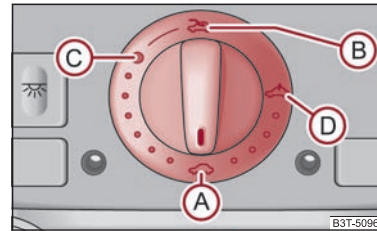

Abb. 41 Drehschalter für das elektrische Schiebe-/Ausstelldach
Das Schiebe-/Ausstelldach wird mit dem Drehschalter ⇒ Abb. 41 bedient und funktioniert nur bei eingeschalteter Zündung. Der Drehschalter hat mehrere Stellungen.
- Drehen Sie den Schalter in Stellung **(C)** ⇒ Abb. 41.
- Drehen Sie den Schalter in Stellung **(A)** ⇒ Seite 57, Abb. 41.
Das Schiebe-/Ausstelldach ist mit einer Kraftbegrenzung ausgestattet. Wenn ein Hindernis (z. B. Eis) das Schließen verhindert, stoppt das Schiebe-/Ausstelldach und öffnet vollständig. Das Schiebe-/Ausstelldach können Sie ohne Kraftbegrenzung vollständig schließen, wenn Sie den Schalter in Stellung **(A)** ⇒ Seite 57, Abb. 41 vorn so lange drücken, bis das Schiebe-/Ausstelldach vollständig geschlossen ist ⇒ .
Nach jeder Notbetätigung muss das Schiebe-/Ausstelldach in die Grundstellung gebracht werden. Deshalb müssen Sie den Drehschalter in die Schalterstellung **(A)** bringen ⇒ Seite 57, Abb. 41 und etwa 10 Sekunden lang vorn drücken. ■